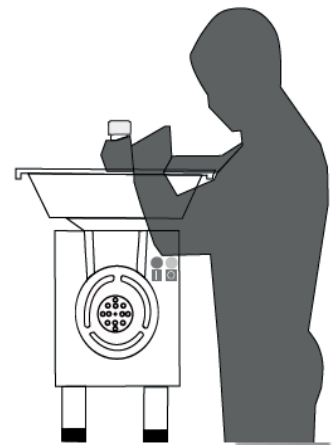

FIG.5 POSICIÓN DE TRABAJO
1. Antes de comenzar, posicione correctamente en uno de los lados del molino (Ver Fig. 5).
3. Ponga el producto a moler sobre la charola (2).
4. Alimente manualmente sobre la entrada del cabezal (10). El producto debe introducirse en el cabezal con la protección fija en su lugar. Si se ha cortado o quitado la protección fija, **NO SE DEBE** utilizar el equipo y se debe pedir un cabezal de repuesto. **PELIGRO:** el incumplimiento de esta instrucción podría provocar lesiones graves, incluida la amputación, el desmembramiento o, en el caso más extremo, la muerte.
5. Use el empujador (1) para introducir el producto sin forzar la entrada de éste.